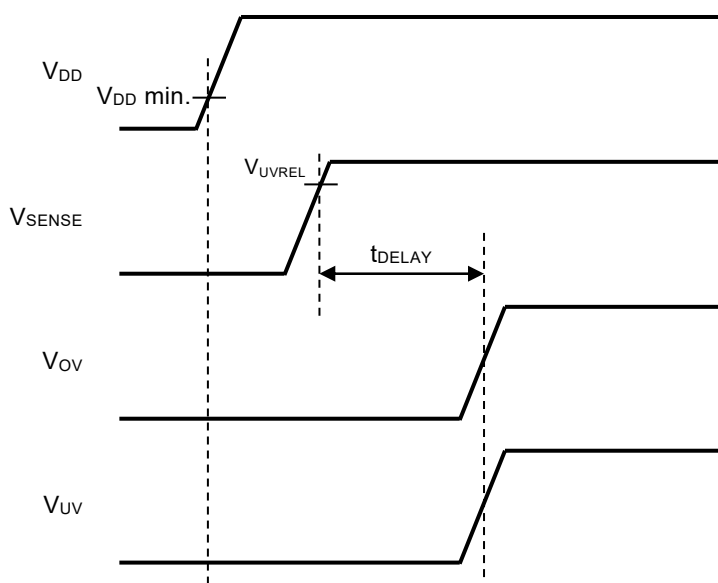

図27
- (1) VDD端子、SENSE端子の順番 (図27参照)
- (2) VDD端子、SENSE端子同時